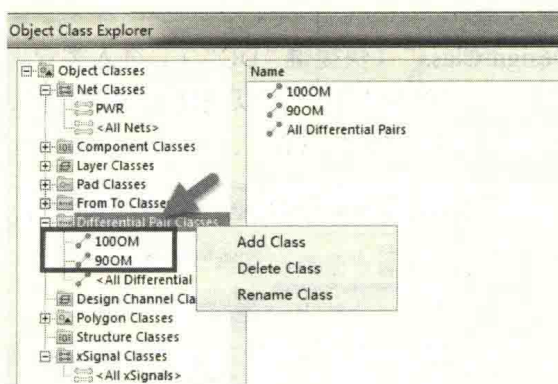

图 9-5 差分类的添加
(1) 按快捷键“DC”，进入类管理器，选中“Differential Pair Classes”。
(2) 在“Differential Pair Classes”上单击鼠标右键，添加两个类，分别命名为“90OM”和“100OM”，如图 9-5 所示。